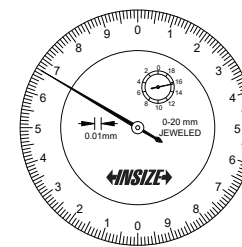

Abb. 1
2. Vor der Messung muss eine Kalibrierung durchgeführt werden. Bei einem Messbereich von 0–20 mm wird direkt auf Null gestellt: Drücken Sie den Griff und lassen Sie ihn los, damit die Messköpfe vollständig Kontakt haben. Wenn das Ergebnis Null ist, ist der Messschieber messbereit. Bei einem Messbereich von mehr als 20 mm wird der Messschieber mit einem kalibrierten Werkzeug (oder einem Endmaß) kalibriert. Der Messschieber misst das kalibrierte Werkzeug (Abb. 1). Wenn das Ergebnis dem Normalwert des kalibrierten Werkzeugs entspricht, ist der Messschieber messbereit. Andernfalls drehen Sie die Lünette, um den Messwert auf den Normalwert des kalibrierten Werkzeugs einzustellen.